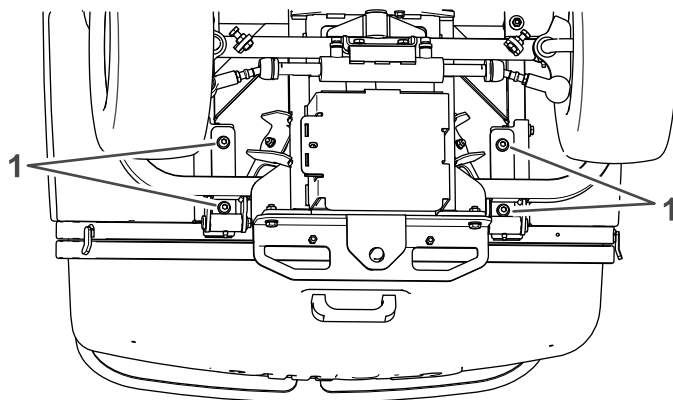

Figure 108
1. Desserrez les 4 boulons qui fixent les supports de levage de la trémie au cadre sous la trémie (Figure 108).
4. Serrez les 4 boulons (Figure 108).